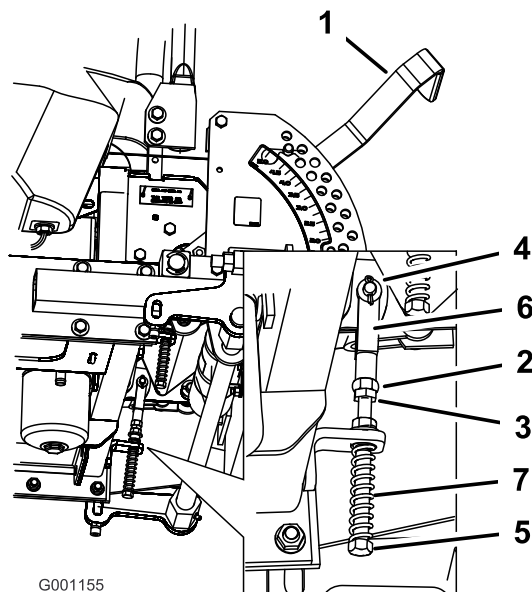

Bild 97
8. Sollte eine Einstellung erforderlich sein, lockern Sie die Mutter und die Klemmmutter gegen das Joch (Bild 97).
9. Drücken Sie den Fahrtriebshebel leicht nach hinten, drehen Sie den Kopf der Einstellschraube in die entsprechende Richtung, bis der Schaltbügel Schalthebel in der ARRETIERTEN NEUTRAL-Stellung zentriert ist (Bild 97).
10. Ziehen Sie die Mutter und die Klemmmutter an (Bild 97).